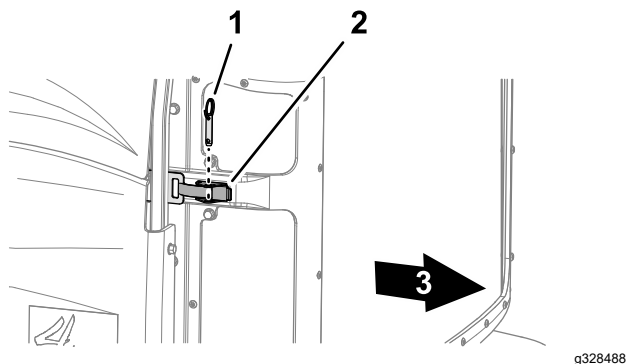

Figure 64
2. Retirez la goupille sphérique du verrou de la grille (Figure 64).